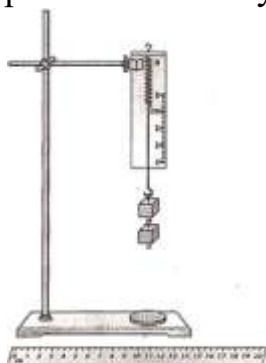

Рис. 1
3. Возьмите шар с большей массой, установите его у верхнего края наклонной части лотка. Отпустите шар и по отметке на листе белой бумаги определите его дальность полета в горизонтальном направлении. Опыт повторите три раза и найдите l_1 (рис. 1). Результаты запишите в таблицу 1.
1. Соберите установку для эксперимента (см. рис.1).